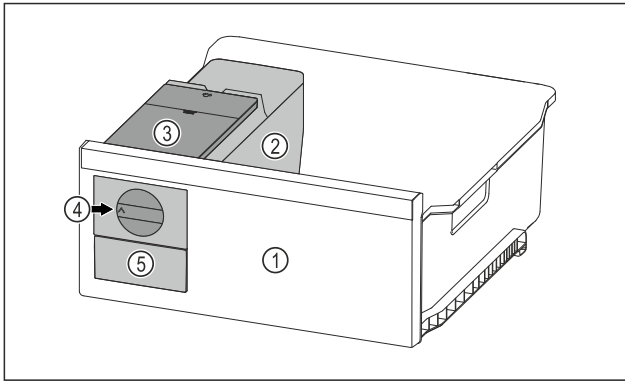

Fig. 97 Beispielhafte Darstellung
- Drehknopf Fig. 97 (4) im Uhrzeigersinn bis zum Anschlag drehen.
- Eiskubus fallen aus der Eiskubus-Schale in das Eiskubus-Schubfach Fig. 97 (5). Wenn sich nicht alle Eiskubus aus der Eiskubus-Schale herauslösen: